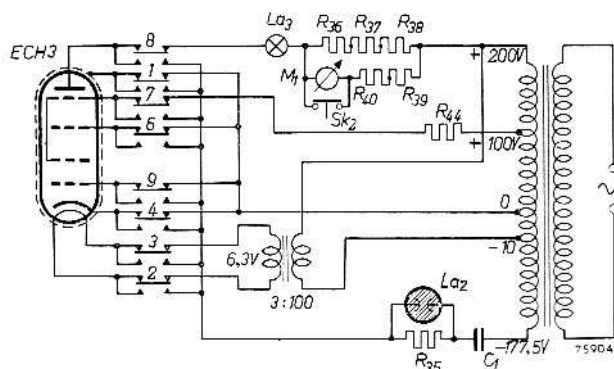
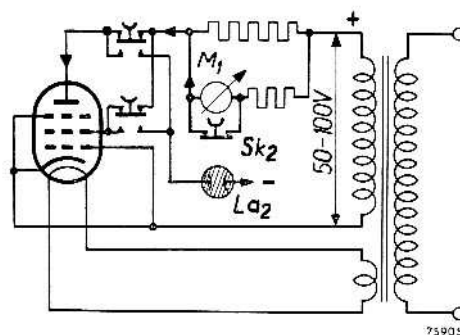

Fig. 5
Fig. 6
Pour faire comprendre le fonctionnement, la fig. 5 montre un exemple de schéma de mesure, celui du tube ECH 3 en l'occurrence.
A. En premier lieu, il faut essayer l'anode de la partie du tube que l'on contrôle, au point de vue fuite et court-circuit. A cet effet, on enfonce le bouton correspondant à l'anode; celui-ci est indiqué sur l'étiquette de la carte perforée correspondante, après "Electrode" (bouton 8 dans la fig. 5). Si la carte perforée comprend des nombres placés entre parenthèses, ces nombres se rapportent aux anodes d'autres parties du tube, pour lesquelles existent d'autres cartes. Lorsque l'anode est en court-circuit avec une autre électrode, la lampe témoin au néon La2 s'allume.
Si nous appuyons à la fois sur  $Sk_2$  et sur le bouton correspondant à l'anode, l'aiguille de l'indicateur retombe à zéro. Cependant il faut faire une exception pour les tubes dans lesquels l'anode et la grille écran sont reliées pendant la mesure. On trouvera ce renseignement sur la carte perforée correspondante. Si cependant, comme c'est le cas pour la majorité des tubes à grille-écran, le trou  $G_s$  du groupe IV est percé dans la colonne correspondant à la grille-écran de la partie du tube à contrôler (voir également notice d'instruction), la grille-écran sera alimentée séparément pendant la mesure (voir par exemple fig. 5). Si aucun trou  $G_s$  n'est percé l'anode et la grille-écran sont réunies pendant la mesure (fig. 6). Dans ce cas le trou A est utilisé tant pour l'anode que pour la grille-écran (voir par exemple dans la notice d'instruction des tubes EF 39, KL 1, KL 2, KL 5, UF 8, UL 1, etc.).
Le rapport entre l'émission et la pente est le plus facilement caractérisé par la courbe  $I_a/V_g$ . La fig. 6 représente deux de ces courbes pour un même tube.